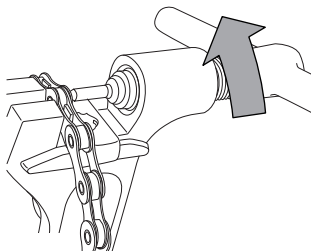

Fig.3
- avvitate l'utensile finché il piolino non sia completamente uscito dal foro della maglia (Fig. 3).